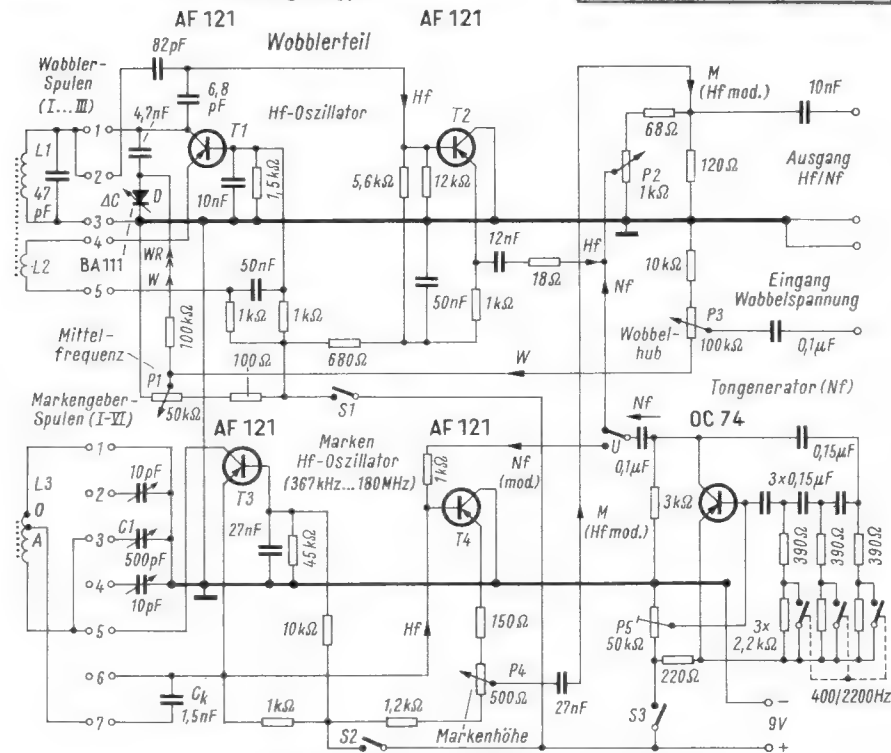
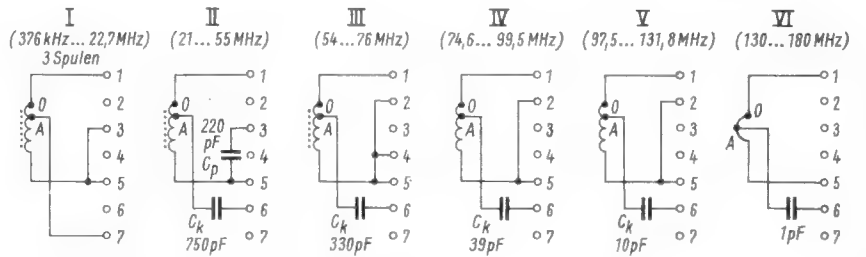

Bild 4. Gesamtschaltung des Wobblersenders und Markengebers
Bild 6. Schaltung der Spulen für den Markengeber
Die Schaltung (Bild 4) gliedert sich also in drei Teile: Wobbler, Markengeber und Tongenerator. Der Wobbler hat vier Bereiche, mit denen die AM-Zwischenfrequenz (452 kHz), die Fernseh-Ton-Zwischenfrequenz (5,5 MHz), die FM-Zwischenfrequenz (10,7 MHz) und die Fernseh-Bild-Zwischenfrequenz (36,4 MHz, Mittelfrequenz) gewobbel werden können. Die Dimensionierung der Spulen L1 und der zugehörigen Bauteile ist so ausgelegt, daß sich in jedem Bereich der notwendige Hub ergibt. Die Voreinstellung der Mittelfrequenz erfolgt durch den Eisenkern der Spule L1 (Bild 5).
Der Markengeber stellt praktisch einen Meßsender dar. Er besitzt acht Bereiche. Vier dieser Bereiche (1...4) sind speziell für die Frequenzmarkierung beim Wobbeln vorgesehen. Die zugehörigen Spulen sind deshalb im Spulenrevolver in dieselben Raststellungen eingesetzt wie die vier Spulenteile des Wobblers. Die restlichen vier Bereiche (5...8) sind nur zur Verwendung als Meßsender bestimmt. L 3 ist die jeweilige Kreisspule des Markengebers. C 1 ist ein AM/FM-Mehrfachdrehkondensator (2 × 500 pF und 2 × 10 pF). Im Muster wurde ein NSF-Erzeugnis verwendet, wobei ein 500-pF-Paket unbenutzt bleibt. Für die unteren Frequenzbereiche (1...4) wird das 500-pF-Paket verwendet, für die oberen Frequenzbereiche (5...8) werden die 10-pF-Pakete benutzt. Die jeweiligen Anschlüsse der Drehkondensatoren sind der Spulentabelle des Markengebers (Tabelle 2) bzw. der Schaltung (Bild 4) zu entnehmen; die Anschlüsse der Spulen sind in Bild 6 dargestellt.
1) Alle Spulen mit 5 mm Durchmesser - 2) mit Hf-Eisenkern - 3) Koppelkondensator C_k im Oszillatorteil (s. Bild 4) - 4) mit Verkürzungskondensator 220 pF (s. Bild 6) - 5) Drahtbügel 5 mm Durchmesser (s. Text).